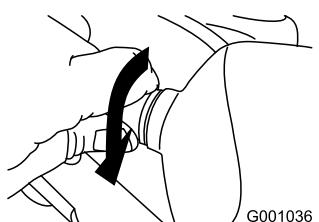

Рисунок 65
5. Поворачивайте цоколь лампы по часовой стрелке до тех пор, пока лампа не будет надежно ввернута(Рисунок 65).